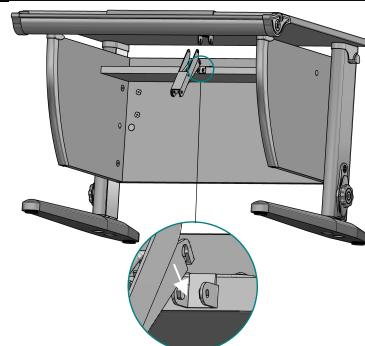

Рис. 20
4.8.1. Фиксатор столешницы BED HINGE DELTA 200 (поз. 1, пакет №9) нижней частью ввести в кронштейн DL214, верхней, в кронштейн DS252, согласно рис. 20; 20а; 20б.
Рис. 20а
Рис. 20б